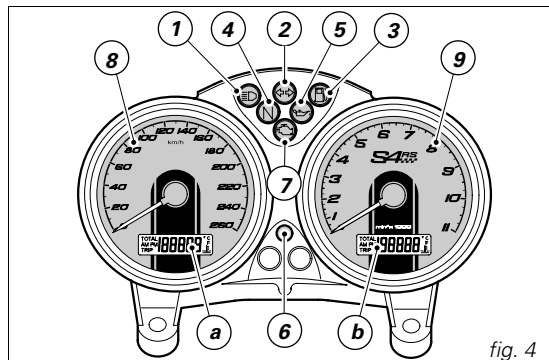
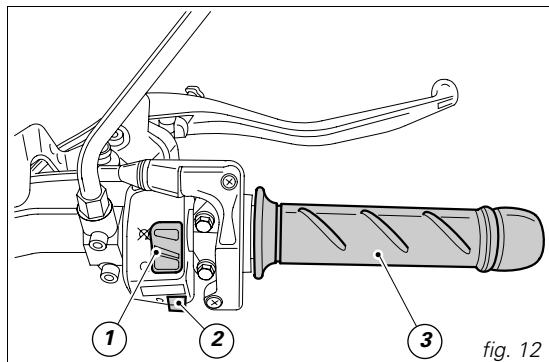

fig. 4
fig. 12
Cruscotto (fig. 4)
La seguente procedura offre quindi la possibilità all'utente, in caso di problemi al sistema immobilizer, di disabilitare la funzione "blocco motore" rappresentata dall'accensione simultanea della spia giallo ambrata **EOBD** (7, fig. 4). L'operazione è possibile solo conoscendo il codice elettronico (electronic code) riportato sulla code card.
La spia EOBD (7, fig. 4) si spegne dopo un tempo prestabilito di 8 secondi.
1) se il codice viene riconosciuto, la spia (6, fig. 4), posta sul quadro strumenti, emette un breve lampeggio; il sistema di protezione ha riconosciuto il codice della chiave e disattiva il blocco motore. Premendo il pulsante START (2, fig. 12), il motore si avvia;
2) se la spia (6, fig. 4) o la spia EOBD (7, fig. 4) rimangono accese, il codice non è stato riconosciuto. In questo caso si consiglia di riportare la chiave in posizione OFF e poi di nuovo in ON, se il blocco persiste, riprovare con l'altra chiave in dotazione di colore nero. Se ancora non si riesce ad avviare il motore, rivolgersi alla rete assistenziale DUCATI.
3) Se la spia (6, fig. 4) rimane lampeggiante significa che una segnalazione del sistema immobilizer è stata ripristinata (ad esempio con la procedura di sblocco tramite manopola). Ruotando la chiave in posizione OFF e nuovamente su ON la spia immobilizer dovrebbe riprendere il suo normale funzionamento (vedi punto 1).
Commutatore destro (fig. 12)
Manopola girevole comando acceleratore (fig. 12)